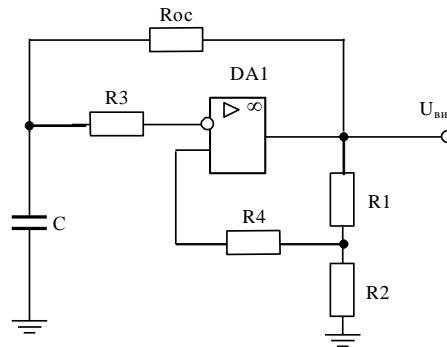

Рисунок 4
1. Зберіть схему генератора сигналів прямокутної форми на основі тригера Шмітта, наведену на рис.4, з реальними ОП (наприклад, LM 741).